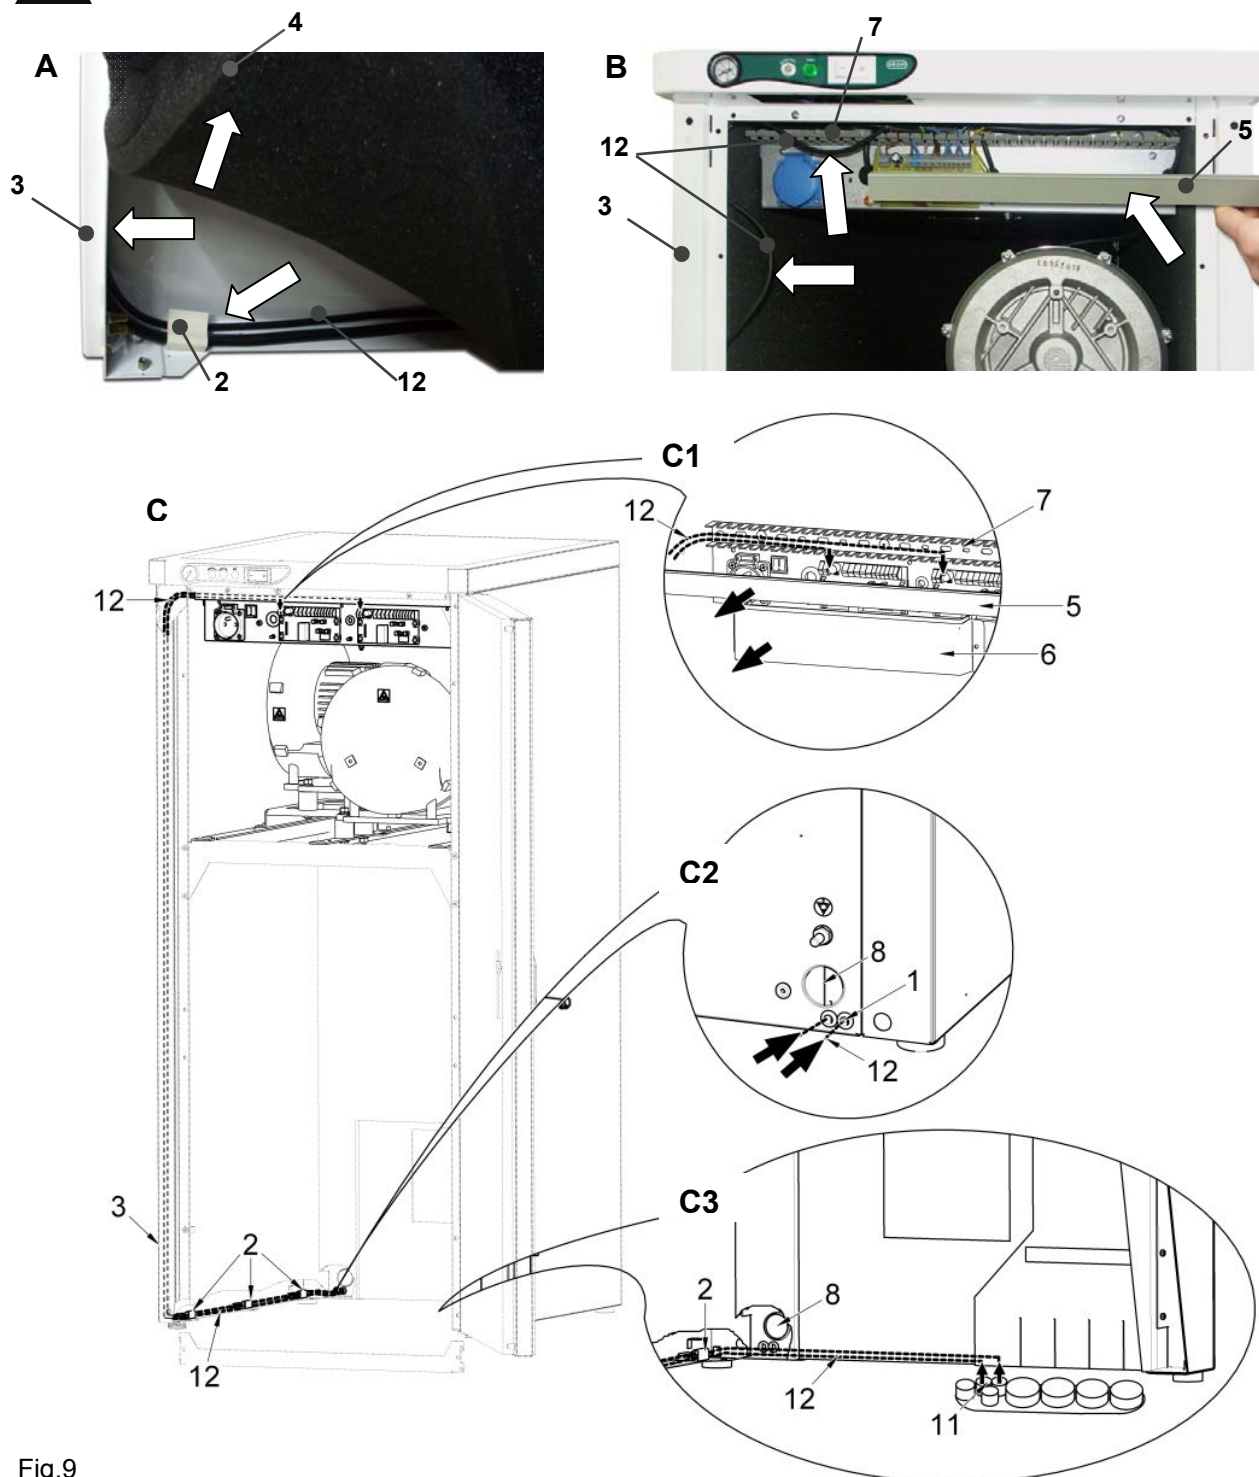

Fig.9
(Fig.9)
Faire passer le cordon (12) de commande de l'aspirateur (24V AC/DC) dans le trou dans la partie arrière de l'armoire (1) (Fig.9-C2) ou dans les conduits sous sol (11) (Fig.9-C3), fixer par les colliers (2) situés dans la partie basse du panneau gauche de l'armoire et l'enfiler dans le creux (3) de la partie frontale de l'armoire (Fig.9-A). Avant d'insérer le cordon dans les colliers, il faut repousser la matière absorbant le son (4) dans les coins de l'armoire. Démontez le capot du conduit de distribution électrique (5) et le capot du tableau électrique (6). Raccorder le cordon de commande de l'aspirateur à la borne au circuit imprimé selon le schéma électrique, la faire entrer dans le creux (3) de la partie frontale de l'armoire, derrière la matière absorbant le son sur le côté de l'armoire (4) et dans le conduit du circuit électrique (7) (Fig.9-B).